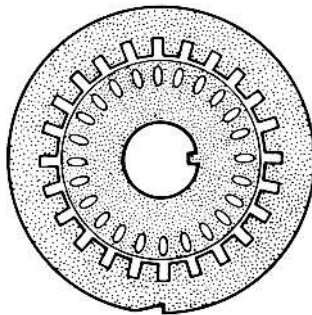

Figure 5
- Canalisation du flux par des tôles magnétiques placées dans le sens radial, en forme d'anneaux pour le stator et en forme de disques pour le rotor (fig. 5).